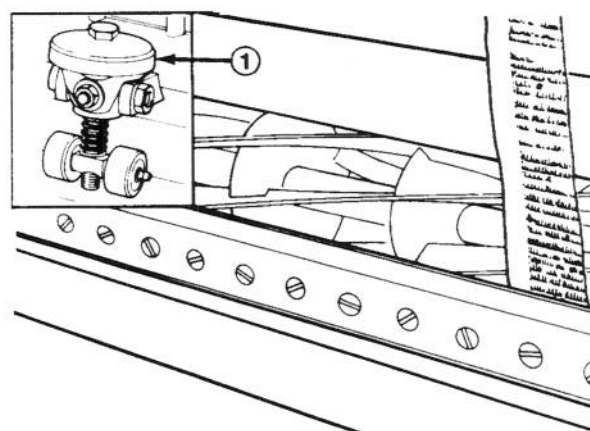

Figure 1
2. Prenez (2) écrous évasés se trouvant parmi les pièces fournies pour monter le moteur de propulsion du tambour sur le module de coupe.
4. Vérifiez que le contre-couteau et le tambour sont bien parallèles. Insérez aux deux extrémités du côté avant du module de coupe une longue bande de papier-journal entre la lame du tambour et le contre-couteau. Faites tourner lentement le tambour et tournez la molette de réglage du contre-couteau (en utilisant une clé) (Fig.1) dans le sens horaire, cran par cran, jusqu'à ce que le papier soit légèrement pincé, ce qui se traduit par une légère résistance lorsque le papier est tiré. Contrôlez le côté opposé à l'aide du papier pour obtenir un léger contact. Si ce léger contact n'est pas évident aux deux extrémités, le contre-couteau n'est pas parallèle au tambour. Veuillez vous reporter à la section concernant la mise en parallèle du contre-couteau et du tambour.